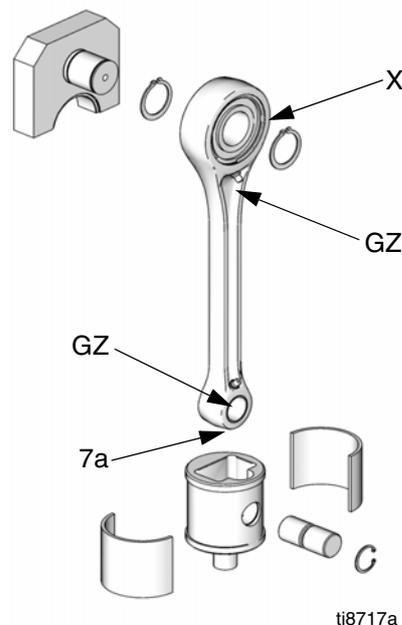

FIG. 9. Lubrique el cojinete del pasador de muñón cada 6 meses
Vea la FIG. 9. Cada 6 meses, lubrique el cojinete del pasador de muñón (7a) en la varilla de conexión con 1 disparo (1 cc) de grasa 107411 o equivalente, usando la graseira Zerk (GZ). Sustituya los dos cojinetes de muñón anualmente. Pida el Kit de repuesto de muñones de pistón 255216. Lubrique el cojinete del pasador de manivela (X) anualmente, usando la graseira Zerk (GZ).